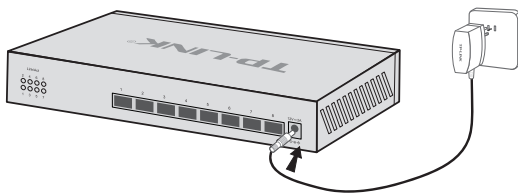

图3-2 电源连接示意图
2. 使用交换机原装电源适配器连接交换机与电源插座，如图3-2所示。